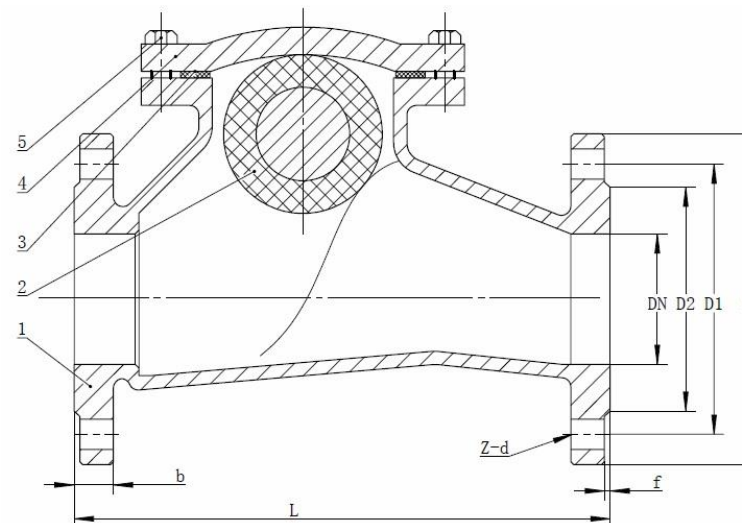

Рис.1 Клапан обратный шаровой фланцевый.
Таблица №2. Спецификация материалов обратных шаровых клапанов (Рис.1).
3.1 Обратный шаровой фланцевый клапан (Рис.1) состоит из чугунного корпуса (1) с крышкой (4). Запорным элементом клапана является стальной шар (2), покрытый для большей надежности затвора слоем резины (NBR).